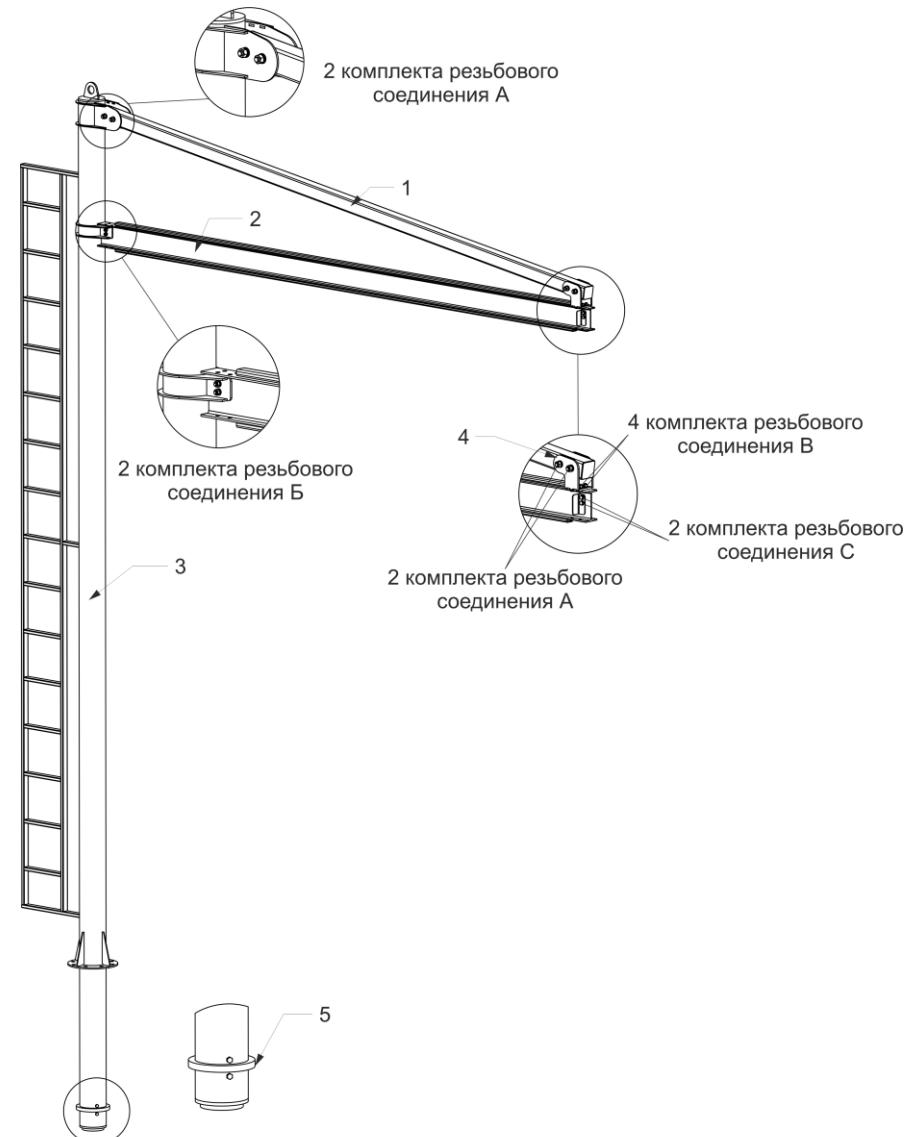

Рисунок 1.
- Надеть на нижнюю часть стойки подшипник радиальный поз. 5 и зафиксировать его положение шестью болтами M12x35 (рис. 1);